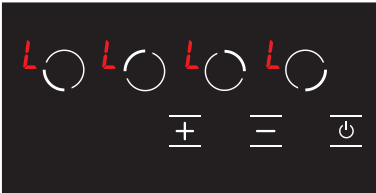

Abbildung 16
3. In diesem Moment ist die Kindersicherung aktiv und um diese Situation auszudrücken werden an allen Kochplatten das Symbol **L** angezeigt. (siehe Abb. 16) Wenn eine heiße Kochplatte vorhanden ist, werden die Symbole **L** und **H** abwechselnd auf dem Bildschirm angezeigt.